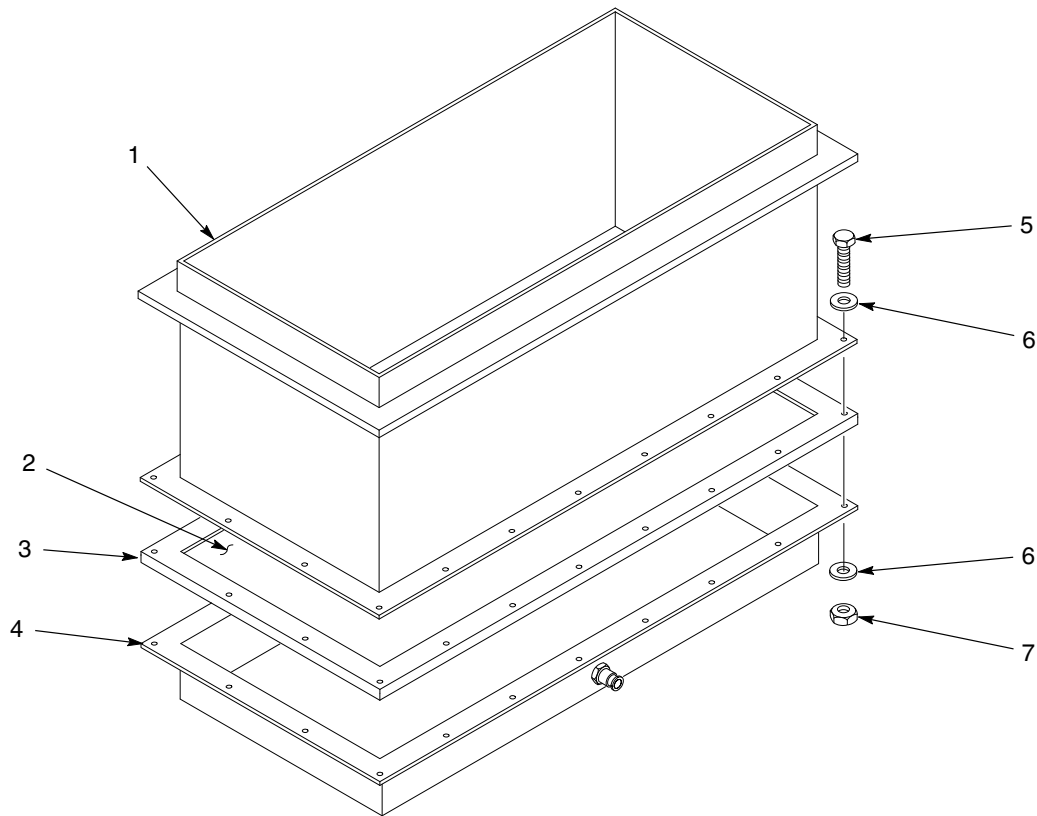

Abb. 8-13 Fluidisierungsplatte am 75 lb (34 kg)-Vorratsbehälter ersetzen
2. Siehe Abb. 8-13. Die Schrauben (5), Unterlegscheiben (6) und Muttern (7) abnehmen, mit denen das Gehäuse (1) an der Sammelkammer (4) befestigt ist. Das Gehäuse von der Sammelkammer abheben.
3. Die alte Fluidisierungsplatte (2) und U-Dichtung (3) abnehmen und entsorgen.